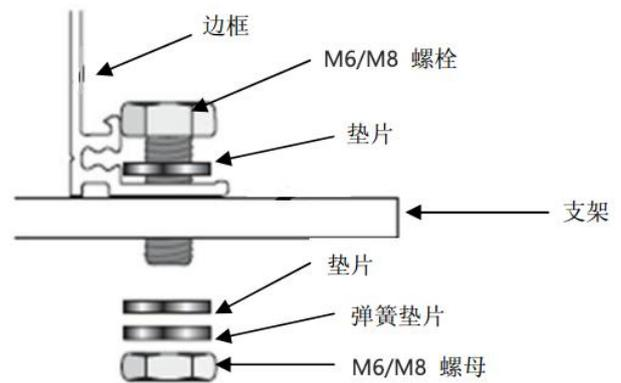

图 2 螺栓安装过程示意图
**！注意：**表 2 中安装图示红色实箭头表示螺栓位置。螺栓安装步骤如下所述（见图 2）。
- ① 将光伏组件置于底下的支撑柱之上。
- ② 在安装孔（9x14mm）中插入 4 个螺栓（M8）。400mm 间距安装孔大小为 7x10mm，需使用 4 个 M6 型螺栓。
- ③ 确保每个螺栓使用两个垫圈，支架上一边一个，垫圈的最小厚度为 1.5mm 且外径为 16~18mm，其中 2384\*1303mm 版型组件所用垫圈外径为 18~20mm；并且拧在一个弹簧垫圈或